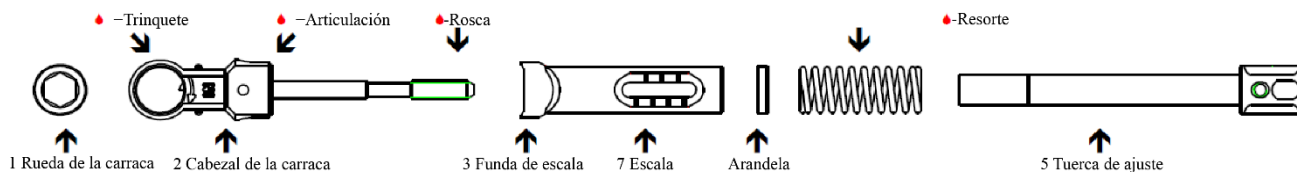

Figura 3
La carraca dinamométrica se debe separar en sus piezas por separado antes de la limpieza (independientemente del tipo de limpieza seleccionado). Esto es posible sin herramientas. Para ello únicamente se debe desatornillar completamente la tuerca de ajuste. (Véase **Figura 3**)
- ◆ - Lubricar las zonas marcadas (véase la **Figura 3**) ligeramente con aceite de mantenimiento para instrumentos.